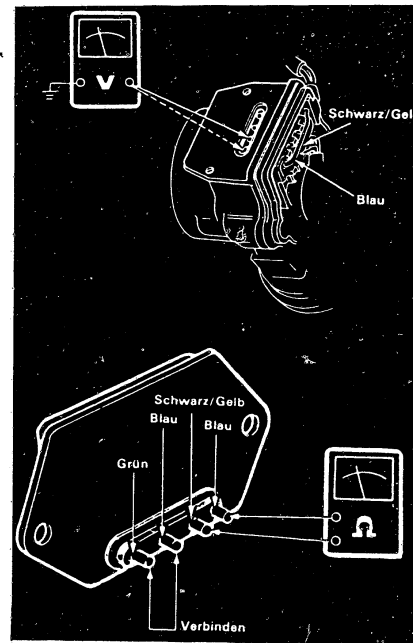

Bild 26b Messungen am Zündverteiler (Geberspule, oben) und am Zündschaltgerät (unten).
**Hinweis:** Zwischen dem Verteilerflansch und dem Motorgehäuse ist ein Impulsgeber angeordnet, der die Einspritzung auslöst. Zur Prüfung des Zündschaltgerätes ist dieses loszuschrauben und zuerst an der Geberspule die Spannung zwischen Masse und dem blauen Kabel sowie zwischen Masse und dem schwarzen Kabel zu messen. Es muss Betriebsspannung vorhanden sein (Bild 26b). Der Widerstand der Geberspule beträgt 500...800Ω. Am Schaltgerät selbst ist mit dem Ohmmeter eine Stromflussprüfung vorzunehmen. Schliesst man den  $\oplus$  Pol des Ohmmeters an den schwarz-gelben Anschluss und Ohmmeter-  $\ominus$  an den blauen Anschluss, darf es keinen Stromdurchgang anzeigen. Umgekehrt muss Stromdurchgang vorhanden sein, wenn Ohmmeter-  $\oplus$  am blauen und Ohmmeter-  $\ominus$  am schwarz-gelben Anschluss angeschlossen wird. Anschlüsse 3 und 4 (blau und grün) müssen dabei verbunden sein.